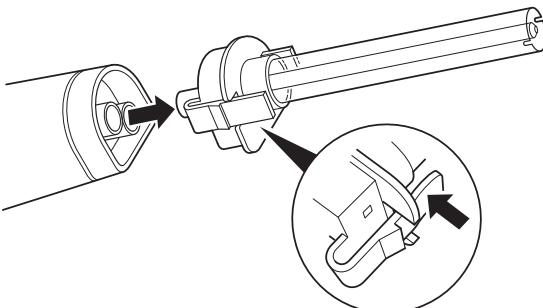

図2 - チップアセンブリの取り外し
- チップアセンブリのラッチ機構を押して、ハンドピースからチップアセンブリを取り外します(図2)。